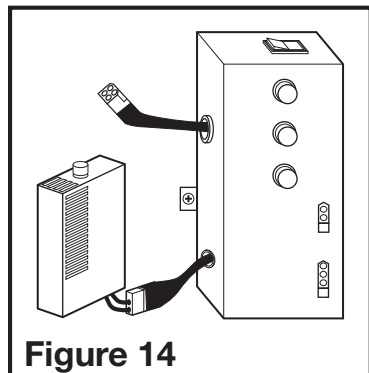

Figure 14
- 3c. **MODÈLES AVEC DÉTECTION D'HUMIDITÉ:** Branchez les cordons à 2 broches et 3 broches à connexion rapide du moteur du ventilateur dans le logement correspondant situé sur le couvercle du compartiment de fil. Connectez le connecteur à deux broches à partir du compartiment de l'hygrostat au connecteur à deux broches du côté du couvercle du logement de fil. Ces cordons s'adaptent d'une seule manière dans les récipients (Figure 14).